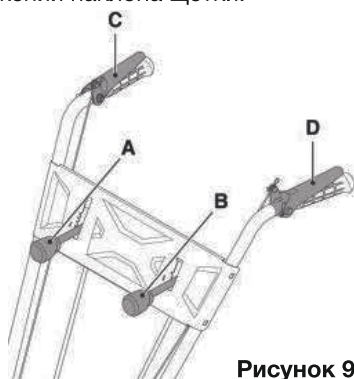

Рисунок 9
1. Поверните рычаг управления направлением щётки (рисунок 9 B) в нужное положение, (см. пункт Направление щётки)
3. Активируйте привод щётки, (рисунок 9 C)
4. Активируйте привод движения, (рисунок 9 D)